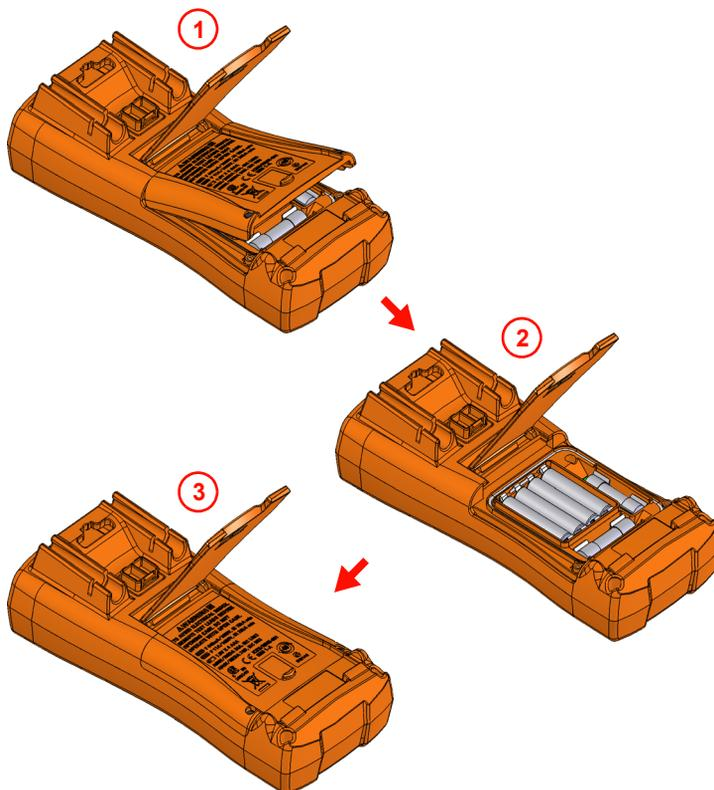

Рисунок 1-1 Установка батарей
- 1 **Откройте крышку батарейного отсека.** Откиньте подставку, выверните винты с помощью подходящей отвертки Phillips и поднимите крышку батарейного отсека (см. **Рисунок 1-1**).